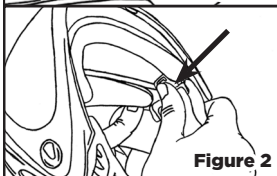

Figure 2
- 2 Une fois que les clips de rétention sont débloqués et en position pour libérer le verre, appuyer de chaque coté du verre pour dégager le verre de son logement. [voir figure 2]